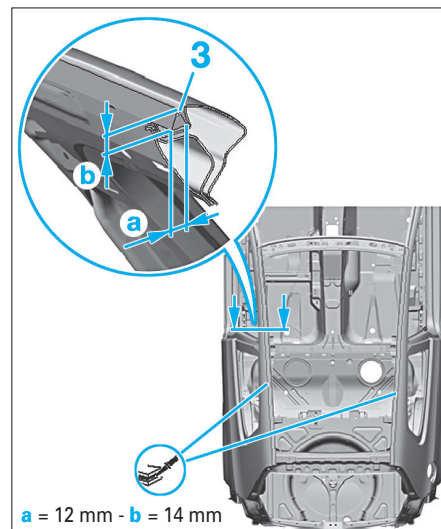

FIG. 122
- Appliquer dans la zone des hauts de caisse la colle de montage monocomposant (3) avec le pistolet à air comprimé (Fig.122).